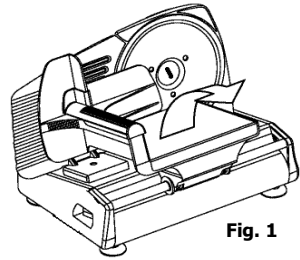

Fig. 1
3. Inclinare il piatto merci allontanandolo dall'apparecchio [Fig. 1].